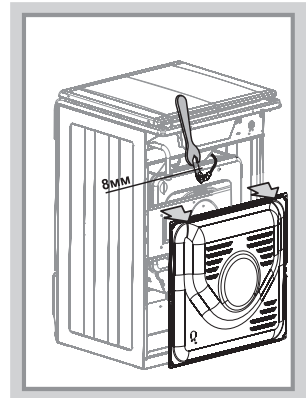

Рис.16
- при помощи ключа выкрутить и заменить сопло (рис.16)